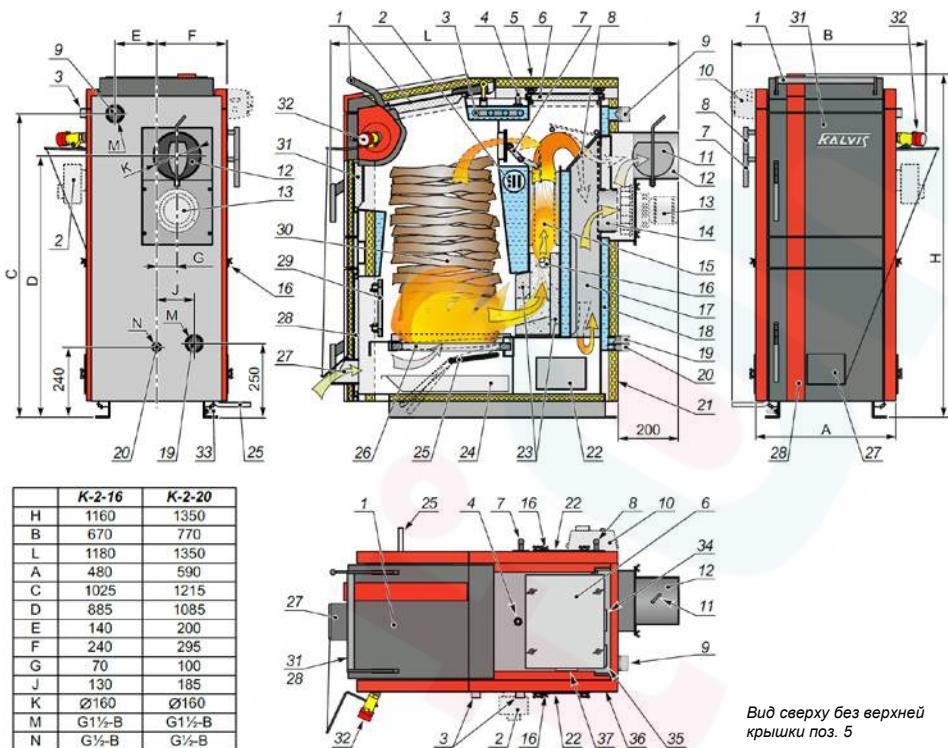

Рис. 1.
Корпус котла (18) (см. рис. 1), сваренный из листовой стали, имеет полости, в которых нагревается вода. Толщина стенок внутренней части 6 мм. Корпус обшил термоизоляционными декоративными щитами (21).